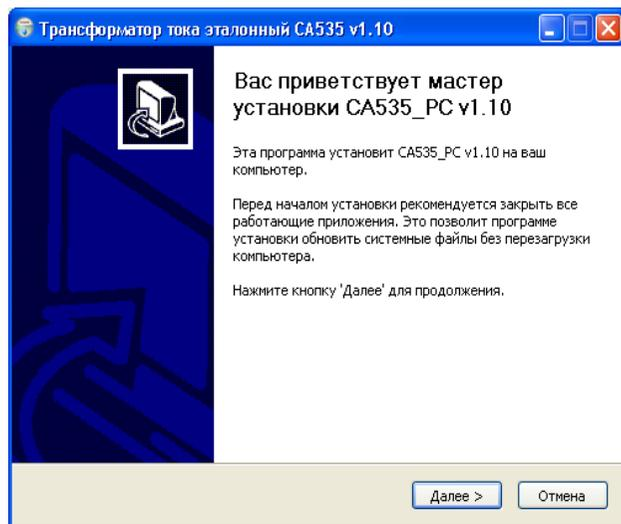

Рисунок 6.7
1) Из директории "CA535\_PC", запустить исполняемый файл  setup\_CA535\_PC\_xxx.exe (xxx – версия программы). На экране появится окно мастера установки CA507\_PC (рисунок 6.7). Закройте все работающие приложения и щелкнуть по кнопке **Далее**.